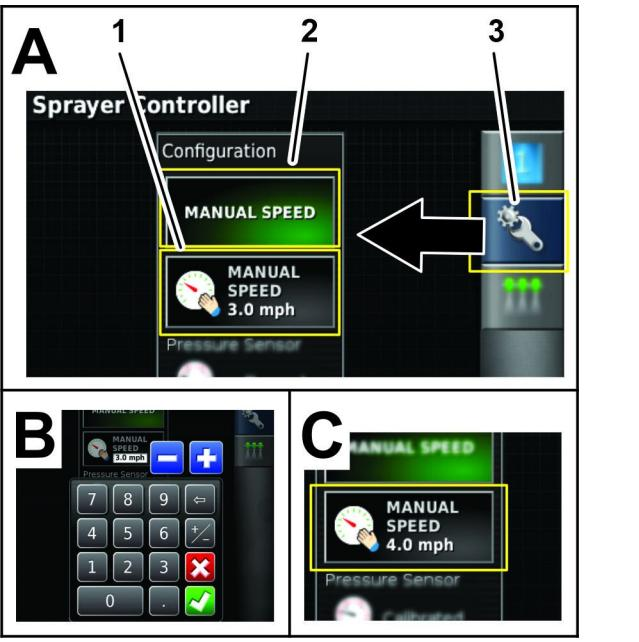

图 179
- 6. 按手动速度图标 图 179。
7. 按手动速度输入图标 图 179。
8. 使用显示屏键盘输入模拟速度然后按“确认”图标 图 179。